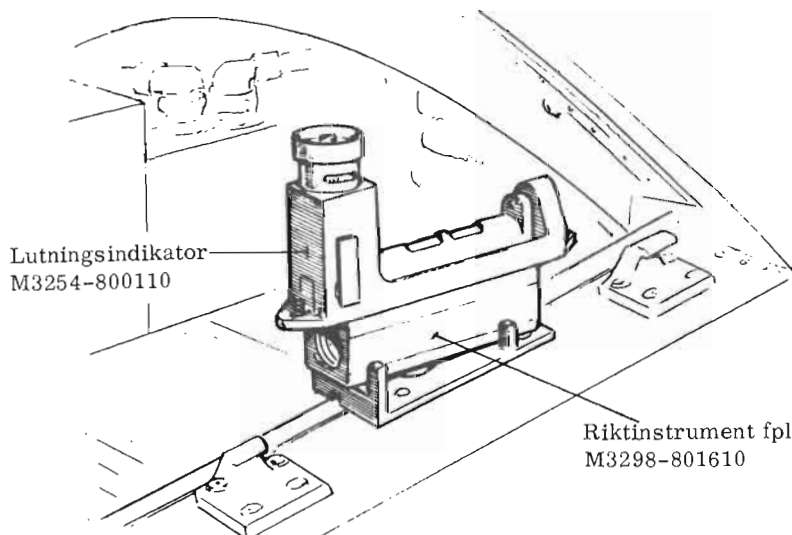

Bild 6.
4. Placera lutningsindikatorn på riktinstrumentet med justerratten i flygriktningen. Bild 6.